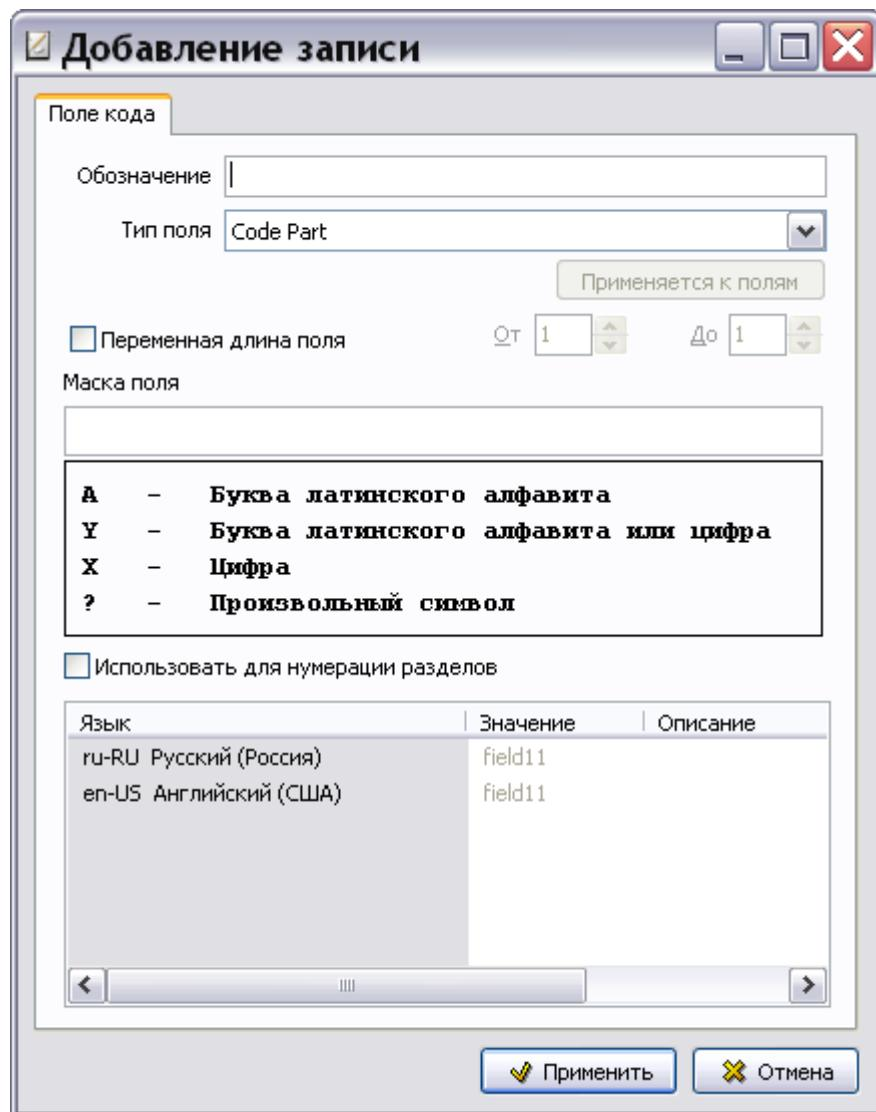

Рис. 2.14
2. В левой части вкладки **Схема кодирования** нажмите на кнопку **Добавить** . После этого появится диалоговое окно **Добавление записи** для поля кода (Рис. 2.14).